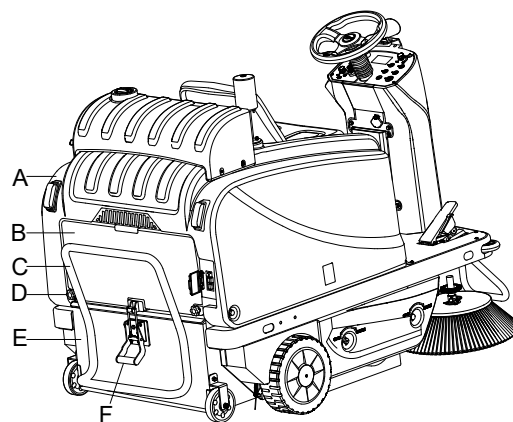

Figura 30
3. Deschideți capacul (A, Figura 30).
4. Decuplați zăvorul (F, Figura 30) trăgând capătul inferior.
5. Scoateți buncărul (E, Figura 30) prin decuplarea acestuia de pe ghidajele interioare cu ajutorul mânerului (C, Figura 30).
6. Deșurubați butoanele-șurub (D, Figura 30) și scoateți capacul compartimentului pentru perii (B, Figura 30).